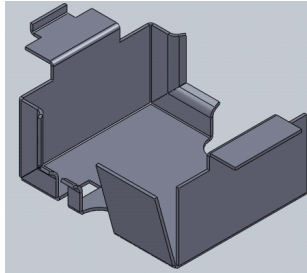

Рисунок 3.21
- у розділі **Длина фланца** для параметрів граничної умови встановіть значення **На заданное расстояние**, якщо попередній перегляд обернений до низу, оберіть «**Реверс направления**»; розрахуйте параметр довжини ребра-крайки так, щоб проєктоване ребро утворило прямий кут з ребром L2 (рис. 3.21).